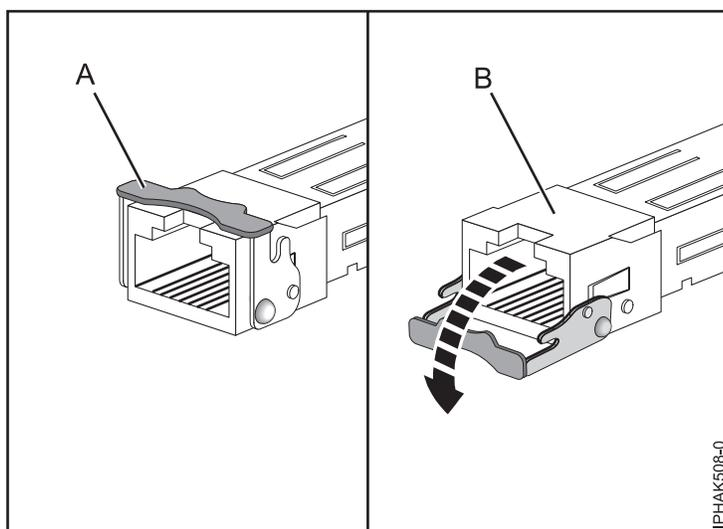

Figura 11. Removendo Transceptores SFP dos Adaptadores
Nota: Algumas FRUs de adaptador Ethernet ou Fibre Channel requerem a remoção de small form-factor transceptores SFP (Small Form) conectáveis (se presentes) para remover suporte sobre trilhos. Com a placa sobre uma superfície plana antiestática, abra a trava (A) girando-a para baixo e para fora da placa conforme mostrado na Figura 11. Arraste o transceptor (B) para fora do hardware do adaptador. Repita para o outro transceptor.
Nota: Algumas FRUs de adaptador Ethernet ou Fibre Channel requerem a remoção de small form-factor transceptores SFP (Small Form) conectáveis (se presentes) para remover suporte sobre trilhos. Com a placa sobre uma superfície plana antiestática, abra a trava (A) girando-a para baixo e para fora da placa conforme mostrado na Figura 11 na página 24. Arraste o transceptor (B) para fora do hardware do adaptador. Repita para o outro transceptor.